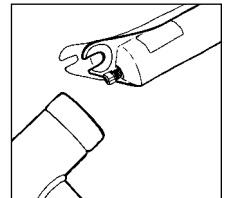

Abb. 8
4. Lösen Sie die Ventil-Mutter mit einem 10 mm Steckschlüssel um ein paar Umdrehungen. Schlagen Sie kräftig mit einem Gummi-Hammer auf die Ventil-Mutter, damit sich die Führungsstangen vom unteren Rohr lösen (s. Abb. 8). Entfernen Sie die Schrauben vollständig. Entfernen Sie die 8 mm Mutter, mit der die Kartusche auf der Dämpfer-Seite befestigt ist. Lockern Sie den Schaft der Kartusche vom unteren Rohr, indem Sie die Mutter, mit der die Kartusche befestigt wird, um ein paar Umdrehungen auf den Schaft des Dämpfers schrauben. Plazieren Sie einen 8 mm Steckschlüssel auf der Mutter und schlagen Sie kräftig auf den Steckschlüssel.